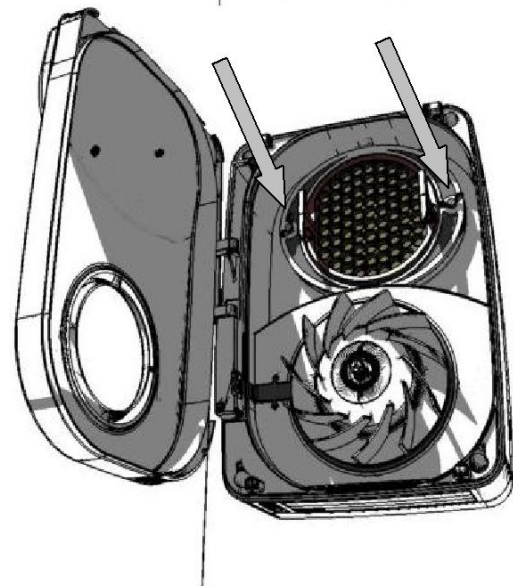

Fig.12
10) Bevestig de warmtewisselaar met de montageklem met behulp van de schroeven zoals in Fig. 12.